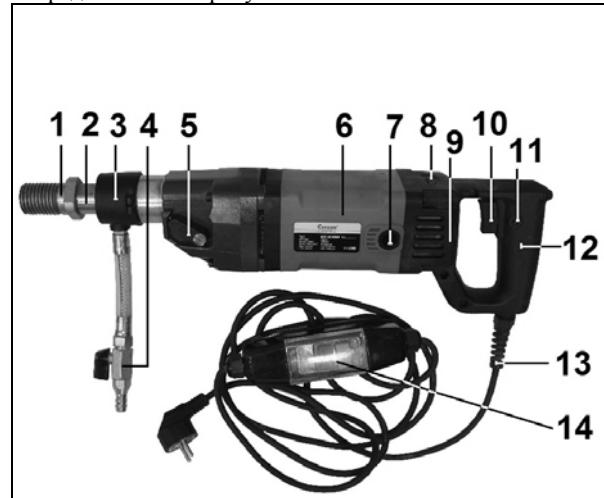

Рис. 3 Энкор ДА-Э-2 132Э (Арт. 48100)
7.1. Установка узла подачи воды и переходника (Рис. 3, 4).
- Для ДАЭ-2 132Э: Установите муфту (3), вверните в отверстие муфты (3) узел подачи воды (4). Вверните на шпиндель (2) переходник (1) (Рис. 3). Убедитесь в надежности крепления переходника (1) и отсутствии внутри него стружки и строительного мусора.
8.2.1. Осторожно начните процесс сверления, установив для предстоящей работы необходимые параметры скорости переключателем (5) и частоты вращения шпинделя регулятором частоты вращения (8), нажмите выключатель (10) (Рис. 3, 4).